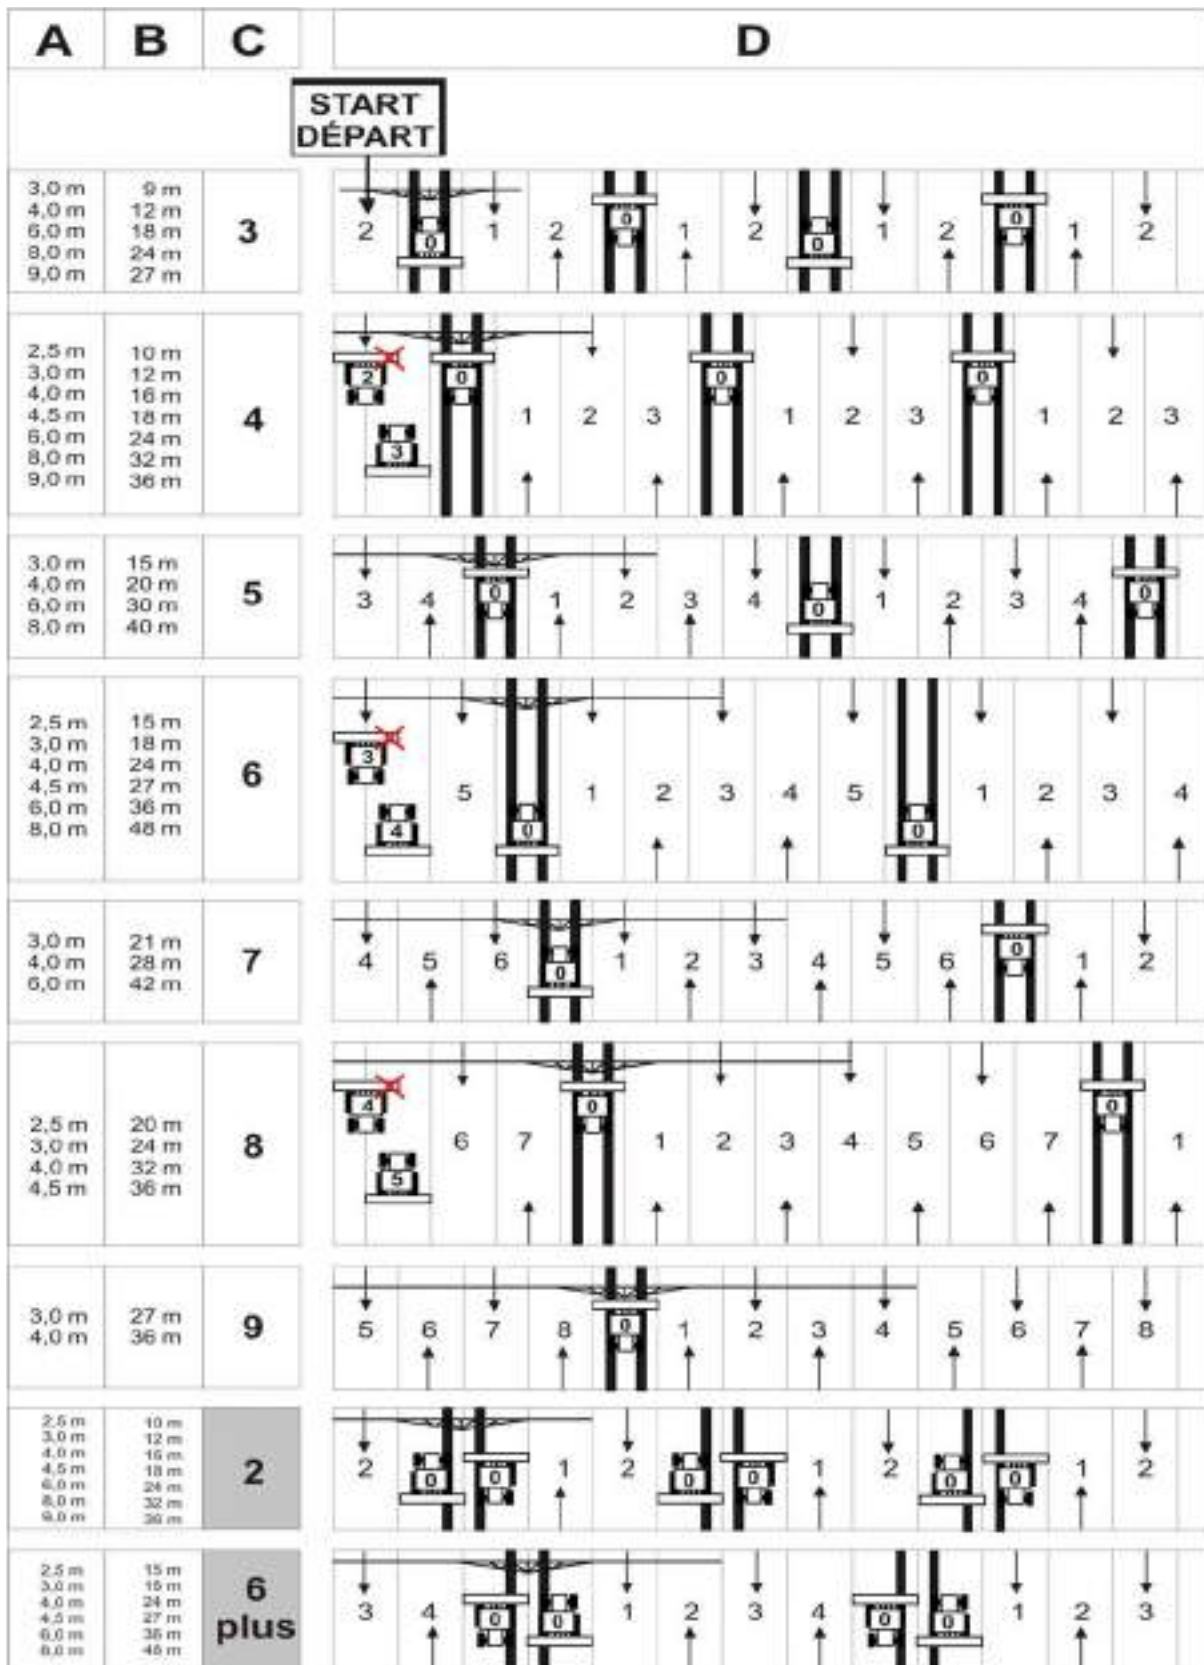

Рис. 50
Создание технологических колей представлено на рисунке (Рис. 50) на нескольких примерах:
1. См. в таблице (Рис. 50):
На рисунке (Рис. 50) показаны примеры создания технологических колеи с 4-м, 6-м и 8-м ритмом переключения.
На рисунке (Рис. 50), наряду с другими, показаны примеры для создания технологической колеи со 2-м, и 6 плюс ритмом переключения.